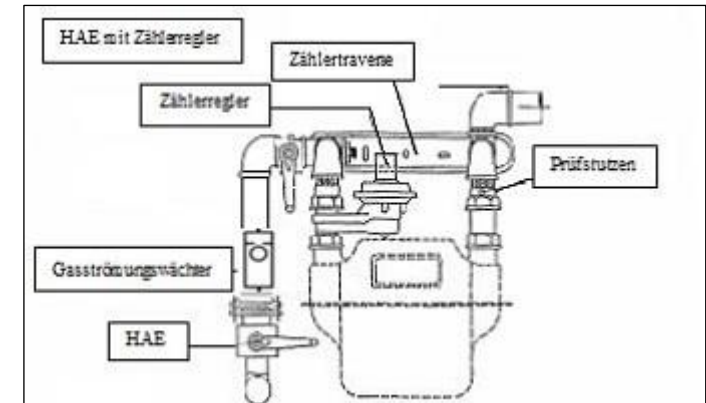

Bild 1: Niederdruckanschluss G4-G25
Bei Einzelanschlüssen wird von den Stadtwerken ein Zählerregler zusammen mit dem Gaszähler auf die vormontierte Zählertraverse installiert. Unmittelbar hinter der HAE ist durch das VIU nach den Vorgaben der DVGW-TRGI 2018 ein Gasströmungswächter (GS) zu installieren (s. Bild 1).